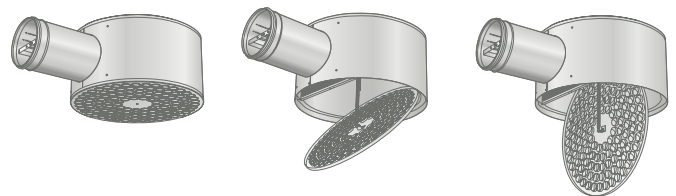

Abbildung 2. Federbelastete Auslassabdeckung.
- Um an das Kanalsystem zu gelangen, ziehen Sie die federbelastete Auslassabdeckung vorsichtig nach unten und kippen Sie sie dann, siehe Abbildung 2.